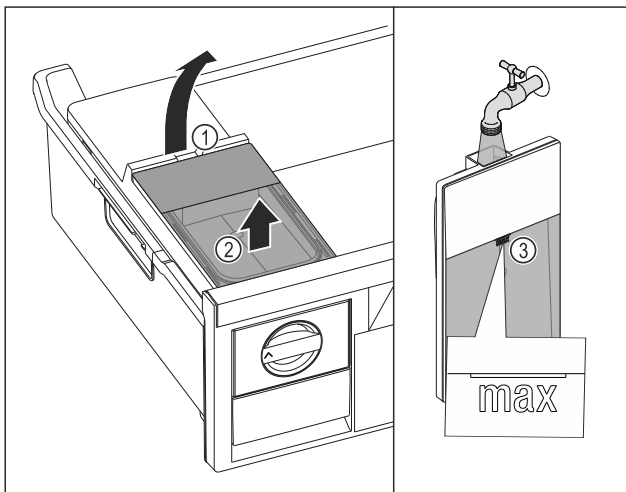

Fig. 126
- Sollevare il serbatoio dell'acqua dalla cavità Fig. 126 (1).
- Rimuovere il serbatoio dell'acqua estraendolo verso l'alto Fig. 126 (2)
- Riempire il serbatoio dell'acqua con acqua potabile fino al contrassegno Fig. 126 (3).